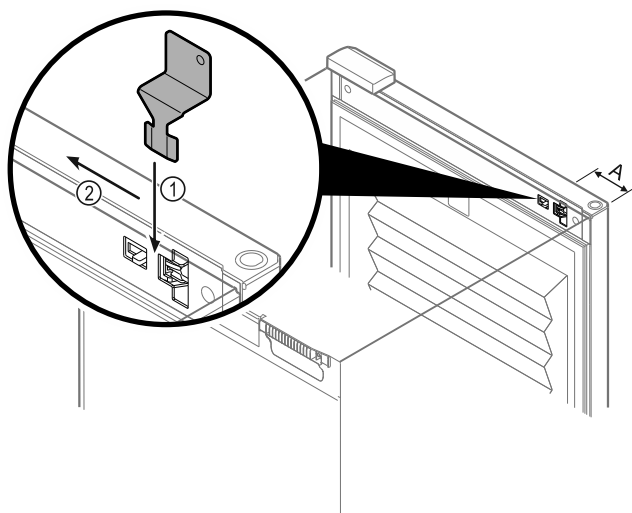

Fig. 150
- Noodontgrendelingssleutel op de betreffende positie positioneren Fig. 150 (A) ≈ 100 mm.
- Noodontgrendelingssleutel Fig. 150 (1) tussen deur en apparaatcorpus van bovenaf tot aan de aanslag insteken.
- Noodontgrendelingssleutel in de richting van het scharnier trekken. Fig. 150 (2)